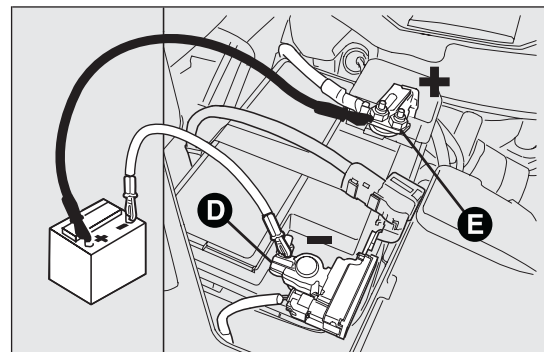

Abb. 130
- ☐ schließen Sie das Pluskabel des Ladegerätes am Pluspol der Batterie E Abb. 130 und das Minuskabel an der Klemme des Sensors D an;